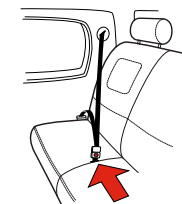

Figure 35
- Boucle/ancrage de la ceinture sous-abdominale qui est devant la jonction du dossier – la ceinture sous-abdominale ou la partie sous-abdominale d'une ceinture baudrier/sous-abdominale ou la boucle qui sort du fond du siège du véhicule sur la banquette arrière, tel qu'illustré dans la **Figure 35**.